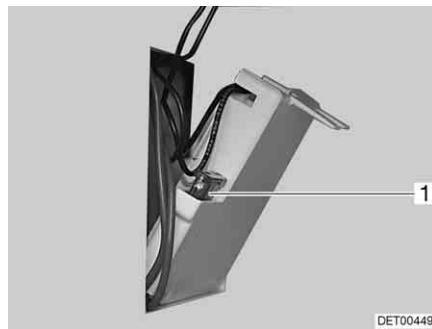

Fig. 124 Fusible del inodoro Thetford
- Cambiar el fusible (Fig. 124,1).